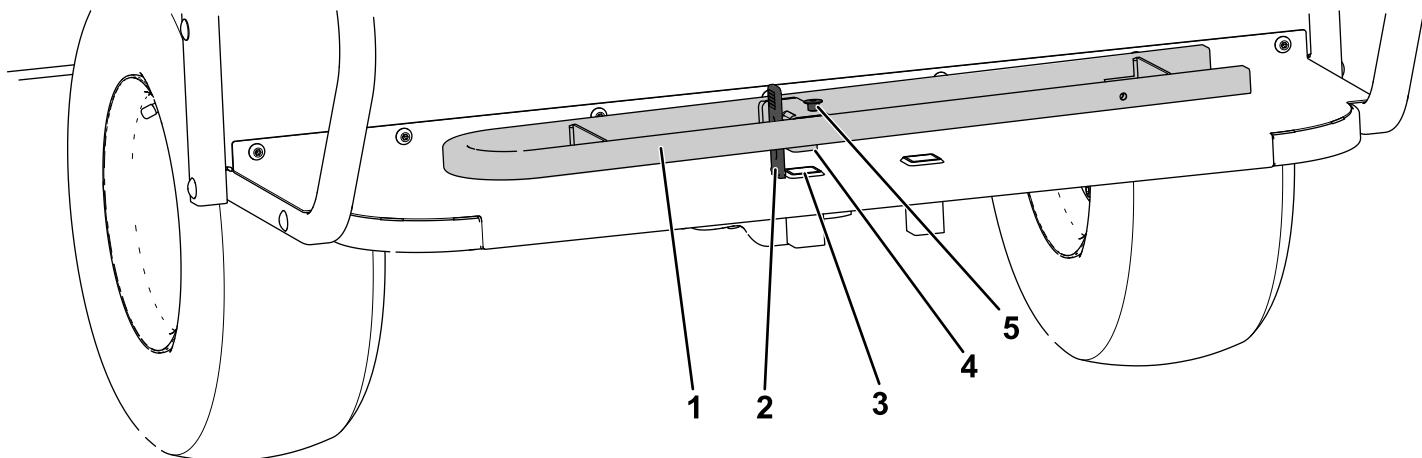

図 12
1. 後部シートのハンドルを外し、フットレストの上にあるハンドル固定穴にハンドルのタブを合わせて置く図 12。
2. 固定ストラップとカウンタシャンクねじでハンドルをフットレストに固定する図 12。